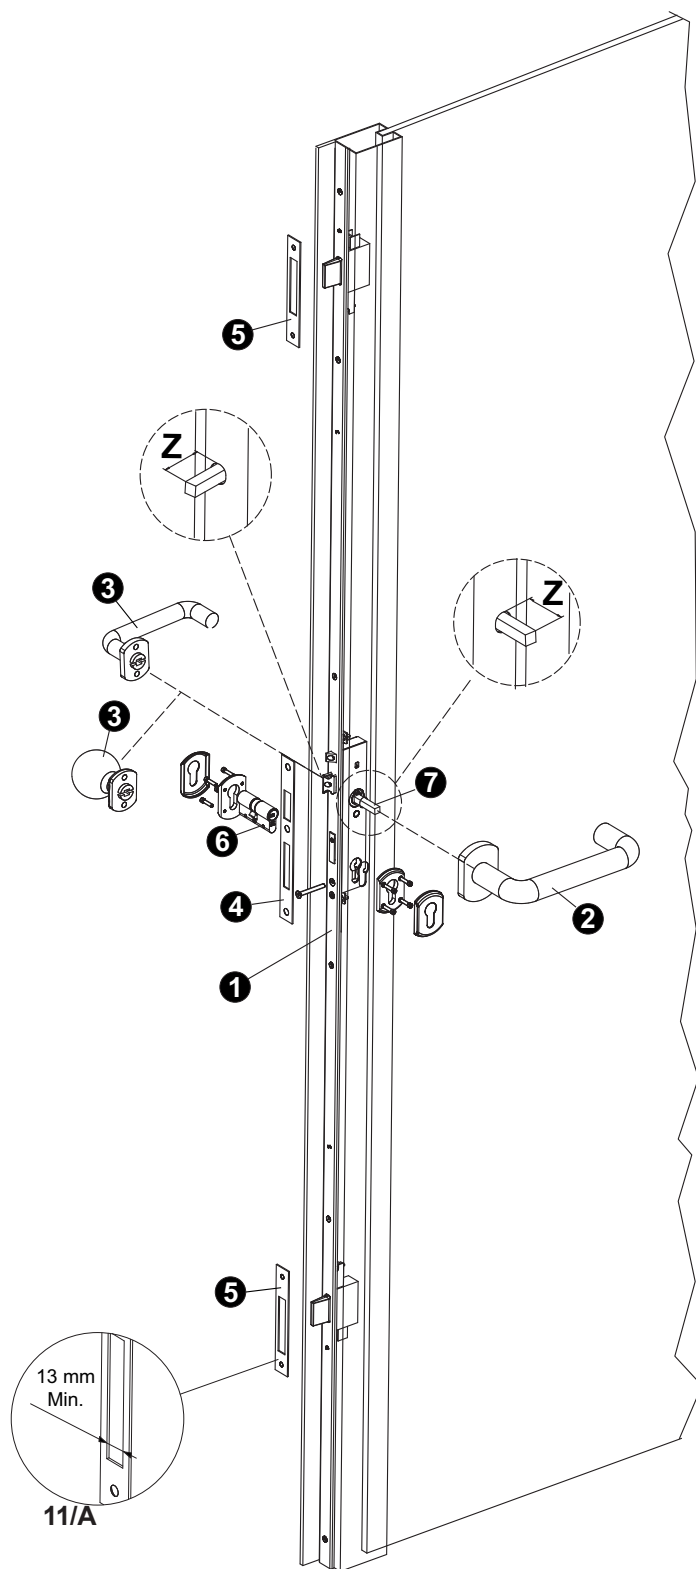

FIG. 11
**Advertencia:** El SISTEMA, certificado según la directiva 89/106/CE en conformidad con la Norma EN 179:2008 para las salidas de emergencia, debe estar compuesto e instalado con los artículos previstos por CISA (Fig. 11 - tabla 11/A); además, es necesario verificar que hayan sido respetadas las condiciones de regulación del punto 2.
b) Realice la instalación del sistema de cierre según el esquema de la Fig. 11.
- utilice solo cilindros con leva DIN (Fig. 11/A);
- utilice contraplacas con una anchura mínima para el paso del cerrojo de 13 mm (Fig. 11).
c) Instale el perno cuadrado definiendo la parte que sobresale del borde de la puerta (Fig. 11):